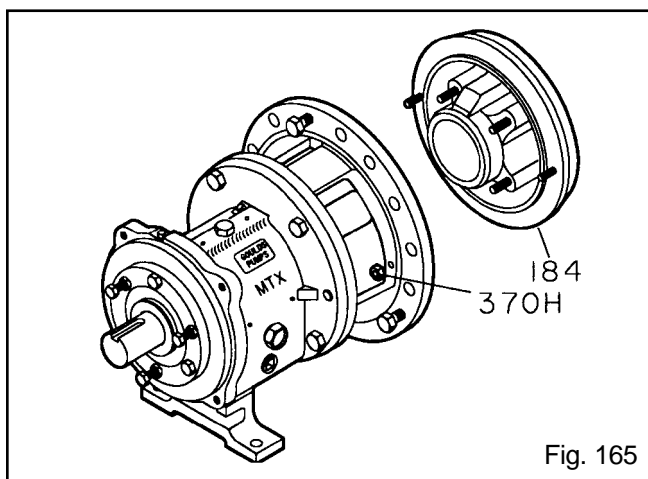

Fig. 165
1. Instale la tapa del prensaestopos (184) con las tuercas (370H) (Fig. 165).